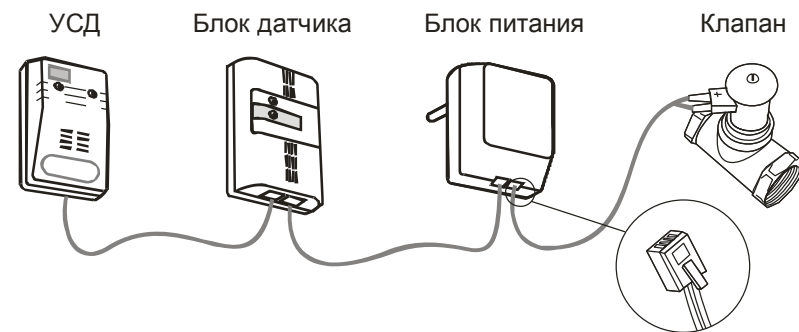

Рисунок 1 – Схема соединений сигнализатора СИКЗ двухблочного исполнения
1.5.1. Сигнализатор двухблочного исполнения (рисунок 1) включает в себя блок датчика и блок питания, соединенные кабелем. На передней стенке блока датчика расположены два светодиода: светодиод зеленого цвета сигнализирует о включении в сеть, светодиод красного цвета – о срабатывании Сигнализатора.
2.2.4.4. Подсоединить Сигнализатор к клапану, ВЦ или иному исполнительному устройству с помощью кабеля, подключенного к розетке "ВЫХ" блока питания (см. рисунок 1):